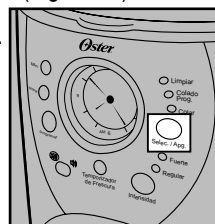

Figura 10
3. Para ativar o preparo programado e programar a cafeteira para que comece a coar o café mais tarde, pressione duas vezes o botão SELEC./APG. (Figura 10). A luz amarela COLADO PROG. se acenderá. Agora a cafeteira está pronta para coar café automaticamente na hora pré-determinada. Nesse momento a luz de intensidade do café irá acender. Para selecionar a intensidade desejada do café, pressione o botão INTENSIDAD.
Pressione o botão SELEC./APG. até que todas as luzes se apaguem (Figura 10).